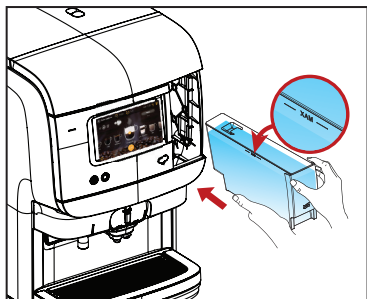

Fig.4
4. Lagyang muli ang tangke ng tubig sa MAX na dami gamit ang sariwa at malinis na tubig at ibalik ito sa dispenser. (Tingnan ang Fig.4)